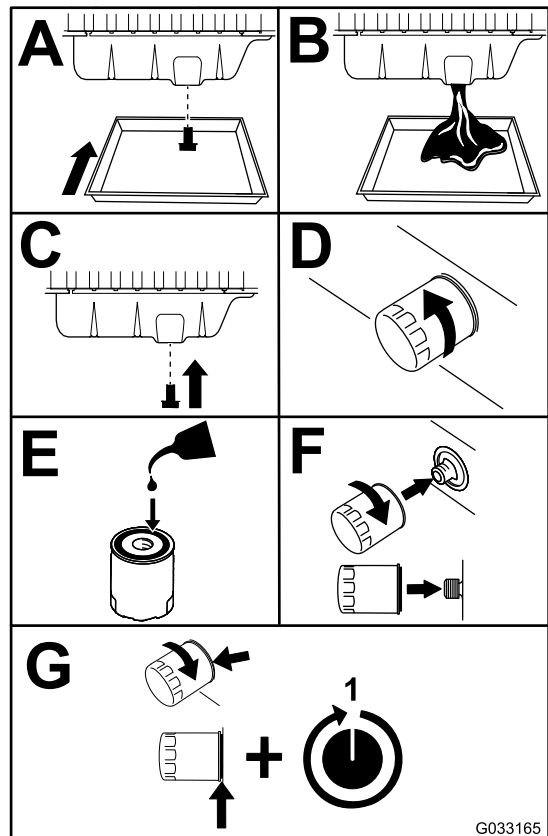

Figura 50
3. Substitua o filtro e o óleo do motor (Figura 50).